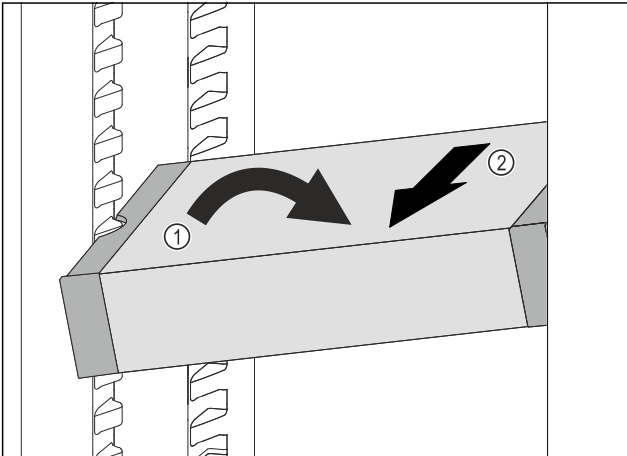

Fig. 98
- VarioSafe çekmecesini soğutma bölümünde eğik duruma getirin. Fig. 98 (1)
- VarioSafe çekmecesini öne doğru çekerek çıkarın. Fig. 98 (2)